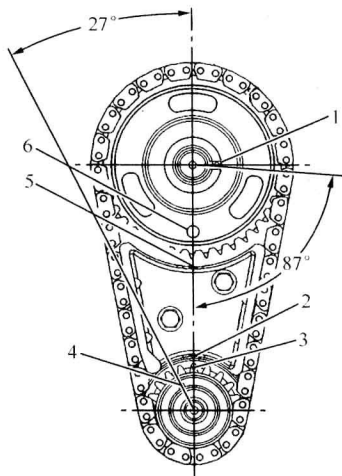
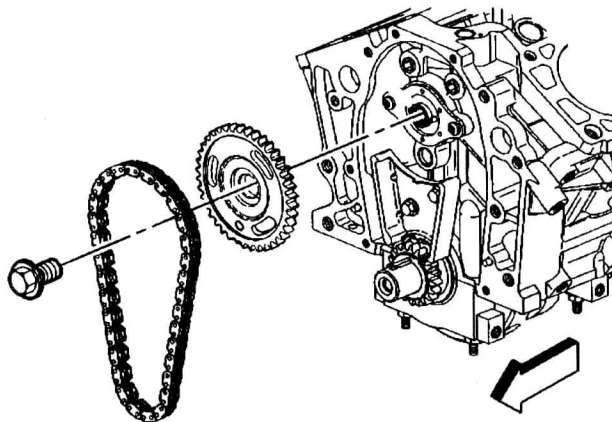

图 1-2-1 正时标记识别
图 1-2-2 拆卸凸轮轴链轮螺栓、凸轮轴链轮和正时链条
2. 旋转曲轴，使正时标记对准如下位置 (图 1-2-1):
- 凸轮轴定位销 (1)。
- 正时链条减振器 (2) 至曲轴链轮 (3)。
- 曲轴键 (4)。
- 正时链条减振器 (5) 与凸轮轴链轮定位孔 (6)。
3. 拆卸凸轮轴链轮螺栓 (图 1-2-2)。
4. 拆卸凸轮轴链轮和正时链条（图 1-2-2）。